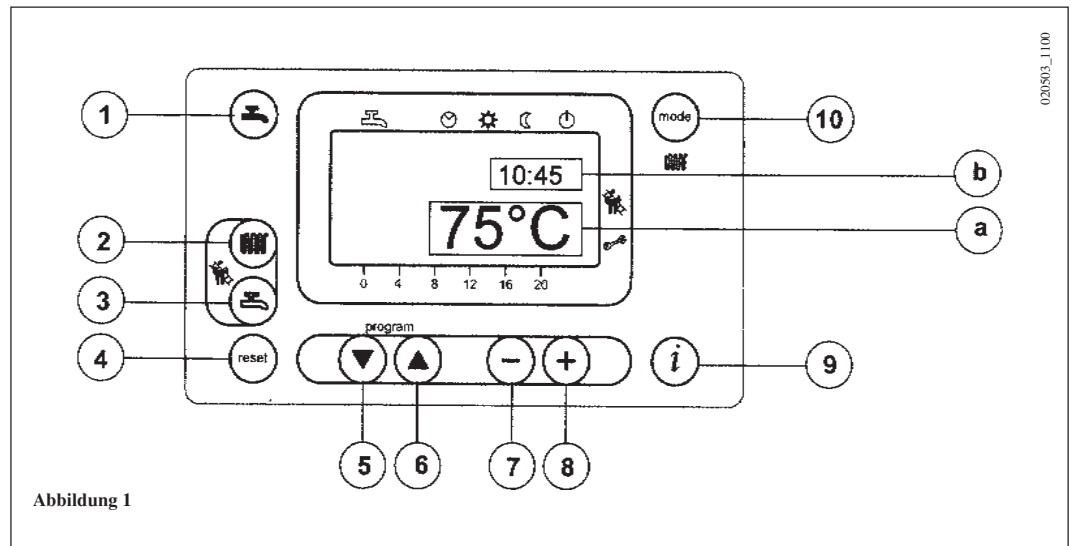

Abbildung 1
- Für die Einstellung der Heizwassertemperatur die Taste  (2- Abbildung 1) drücken;
- Eine der zwei Tasten   (1 oder 10 - Abbildung 1) drücken, um die Eingabe zu speichern und zum Hauptmenü zurückzukehren.
**Anmerkung** – Mit angeschlossenem Außentemperaturfühler kann mit der Taste  (2 – Abbildung 1) die Heizkurve verschoben werden. Die Tasten   drücken, um die Raumtemperatur zu verringern bzw. zu erhöhen
- Für die Einstellung der max. Brauchwassertemperatur die Taste  (3- Abbildung 1) drücken;
Bei Auftreten einer Betriebsstörung erscheint am Display ein blinkender Fehlercode. Am Hauptdisplay (Abbildung 1 a) erscheinen die Störungsanzeigen zusammen mit dem Symbol  (Abbildung 4). Die Rücksetzung erfolgt mit der Resettaste  die mindestens zwei Sekunden lang gedrückt werden muss.
Am Zweitdisplay (Abbildung 1 b) blinken die Störungsanzeigen abwechselnd mit der Uhrzeit (Abbildung 4.1). Die Störungsmeldungen, die am Zweitdisplay erscheinen, können nicht rückgesetzt werden, da zuerst die Ursache für die Auslösung der Störung beseitigt werden muss.